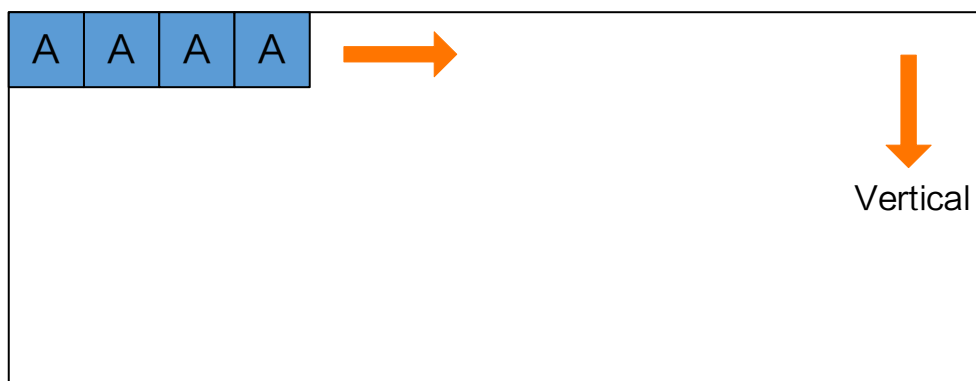

图10-5 Geometry_1X4_1Y 出图方式
- 通道模式为 Geometry_1X4_1Y 时，出图方式如图 10-5 所示。